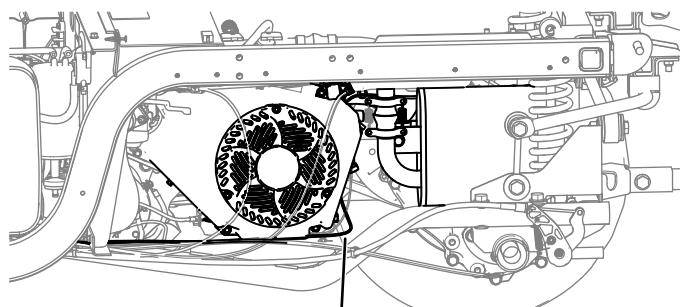

Figura 6
2. Disponete il kit cablaggio preassemblato lungo il lato sinistro del motore, seguendo il cablaggio preassemblato della macchina e montate delle fascette per cavi come opportuno (Figura 6).